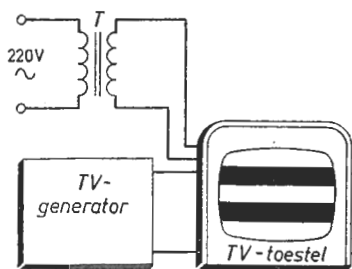

Fig. 100a
- Stem de ontvanger af op het generatorsignaal. Moduleer de generatorspanning met een „horizontale-balken”-signaal; regel het TV-sig-naal tot het gewenste beeld op de TV-beeldbuis zichtbaar wordt (fig. 100a).